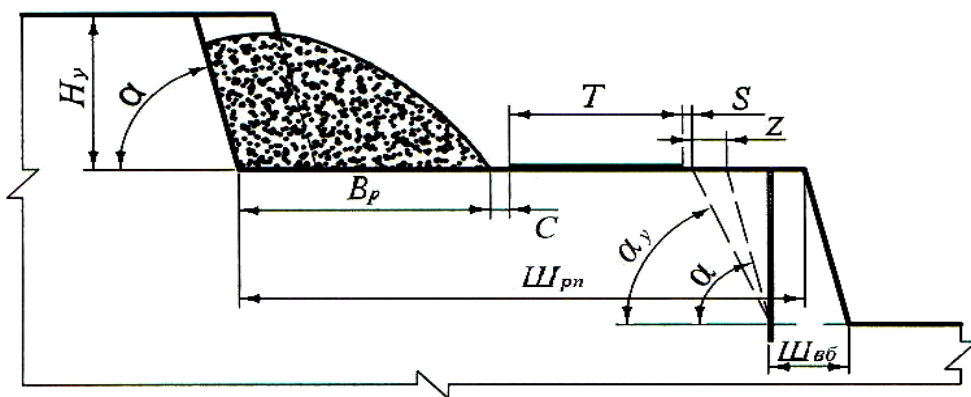
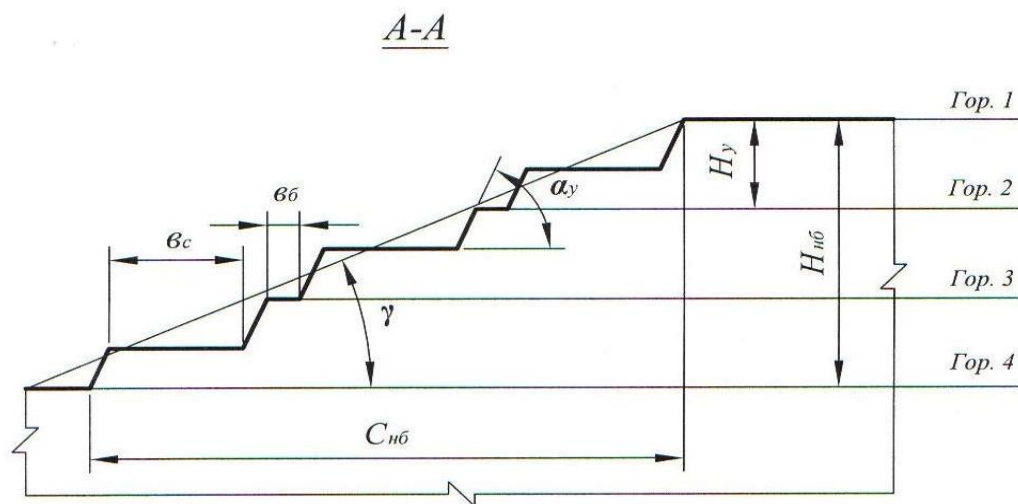

Рис. 8.1. Рабочая площадка
Рис. 8.3. Не рабочий борт карьера:
8.2.3. На миллиметровой бумаге вычертить разрез рабочей площадки (рис. 8.1), рабочего борта (рис. 8.2), план и разрез нерабочего борта карьера с тупиковыми съездами (рис. 8.3) в выбранном масштабе.